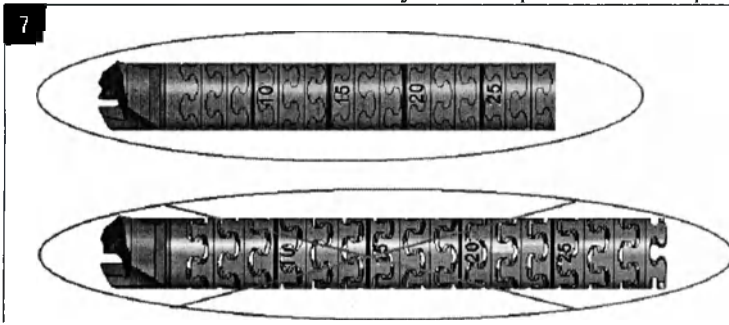

Рисунок 7.
- Лазерные метки на поверхности римера гибкого VersiTomic служат только для ознакомления и используются верно только при сжатом римере (рисунок 7).